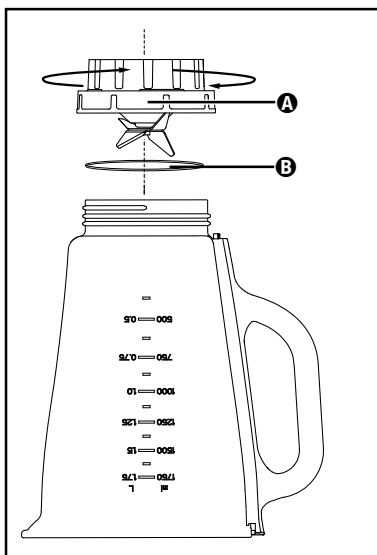

Fig. 3
2) Așezați aparatul cu capul în jos și rotiți componenta **A** cu cuțitele **4** în sens antiorar, astfel încât să se poată desprinde de recipientul de amestecare **3** (a se vedea fig. 3).